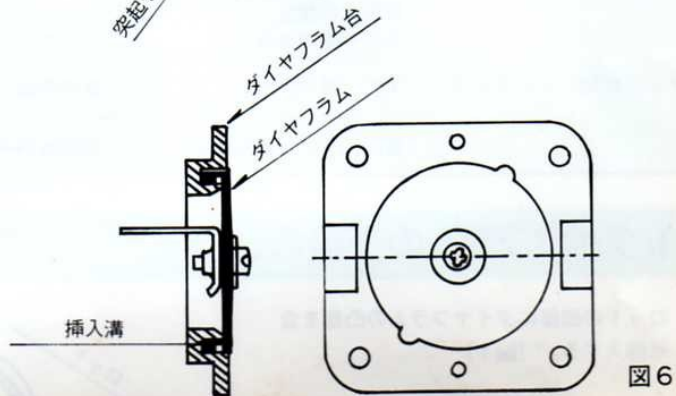

図6
2. ダイヤフラムはダイヤフラム台の挿入溝に正しく挿入して下さい。(図6)